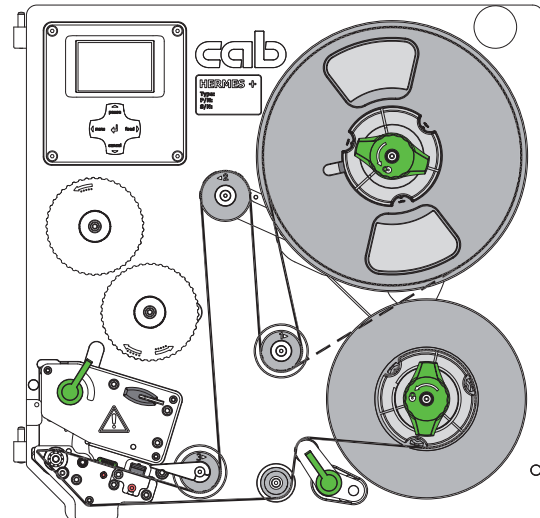

Bild 11 Etikettenlauf
1. Hebel (4) in gegen den Uhrzeigersinn drehen, um den Druckkopf (2) anzuheben.
2. Führung (6) durch Drehen der Spindel (7) mit dem Schlüssel (8) ganz nach außen stellen.
4. Etikettenstreifen (5) gemäß Bild 11 zur Druckeinheit führen. Die gestrichelte Linie gilt für innengewickelte Etiketten.
5. Etikettenstreifen durch die Etikettenlichtschranke (3) bis zur Spende- oder Anschlagkante (1) einlegen und bis zum Anschlag an der Montagewand schieben. Die Druckseite der Etiketten muss von oben zu sehen sein.
6. Führung (6) durch Drehen der Spindel (7) gegen die Außenkante des Etikettenstreifens schieben.
7. Etiketten so weit über die Spende- oder Anschlagkante (1) hinauschieben, dass der Streifen über das Zugsystem bis zum internen Aufwickler reicht. Etiketten vom über die Spende- oder Anschlagkante hinaus ragenden Trägermaterial entfernen.